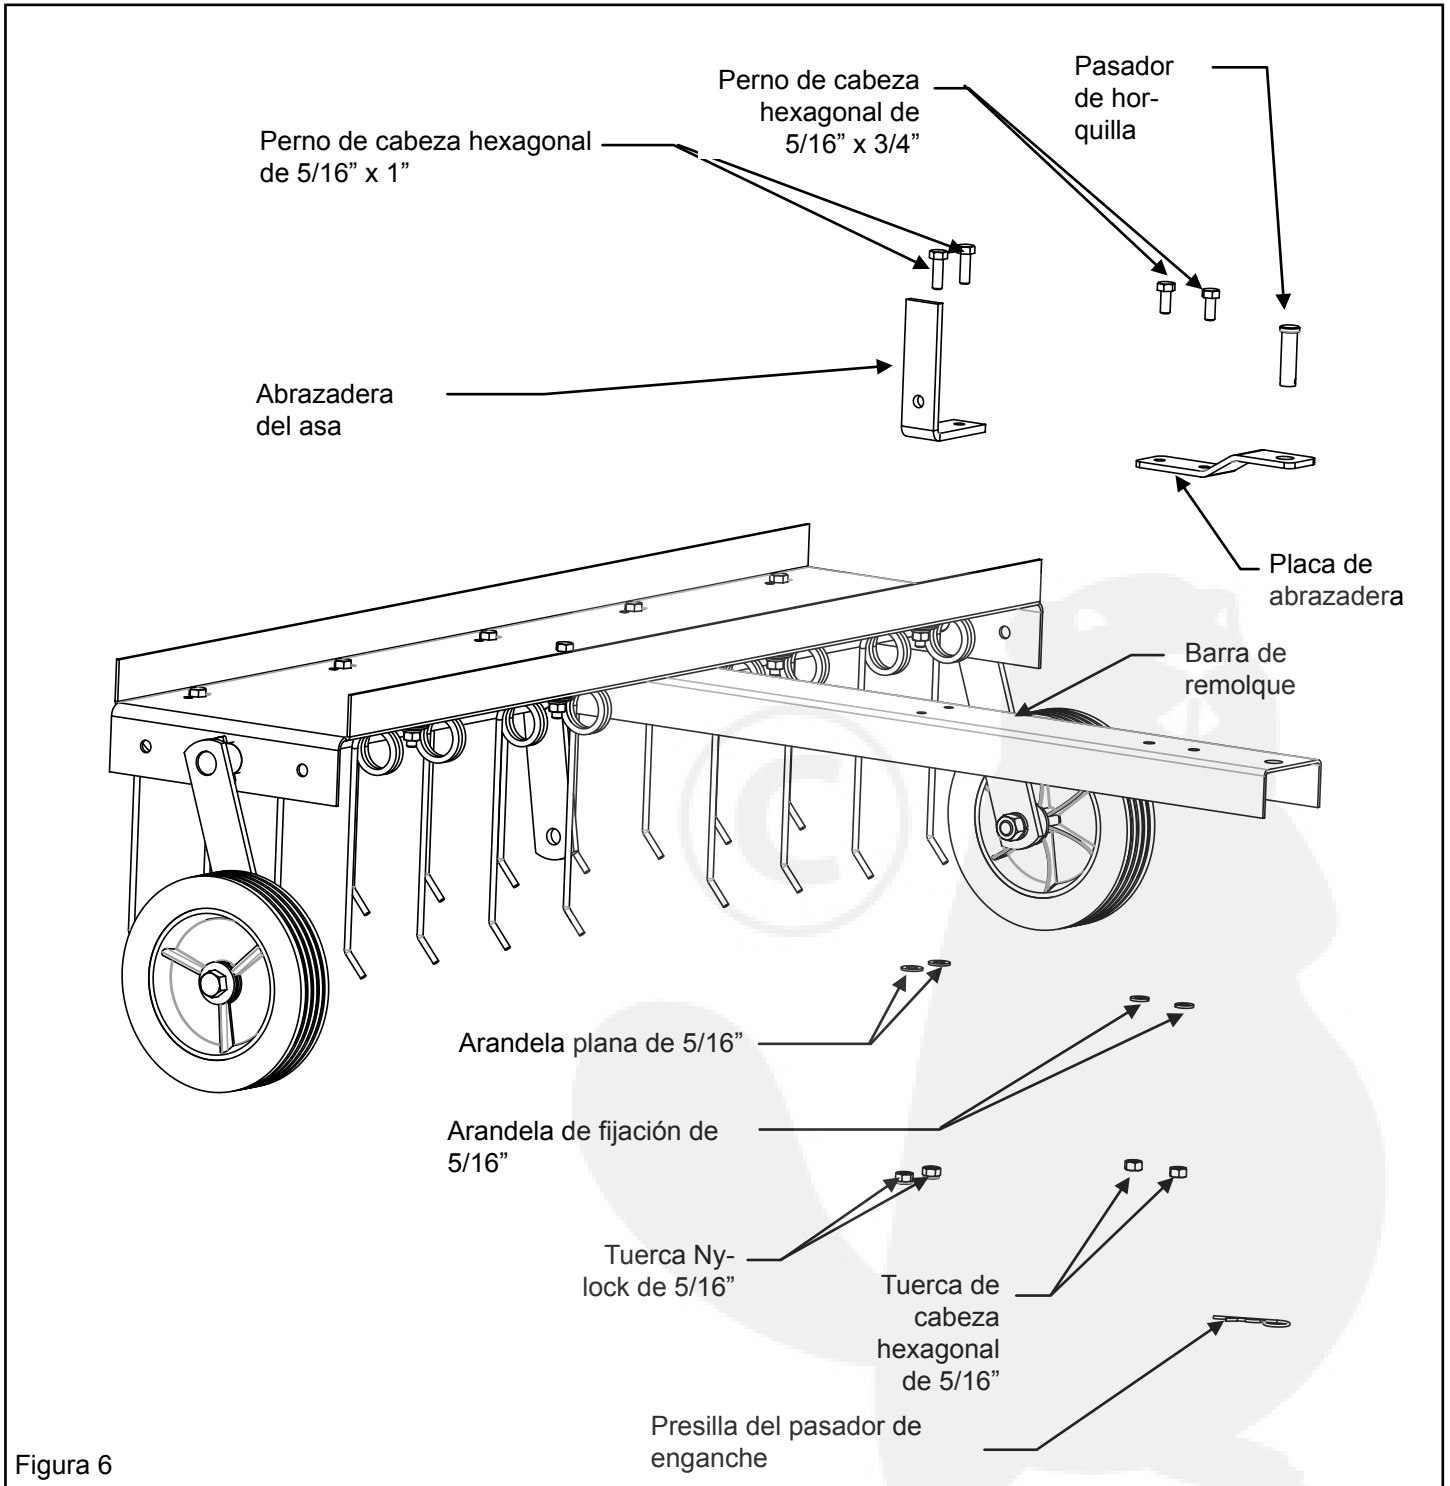

Figura 6
6. Alinee los dos orificios de la barra de remolque y de la abrazadera del asa tal y como se muestra. Inserte un perno de cabeza hexagonal de 5/16" x 1" dentro de uno de los orificios del tope del asa y después dentro del orificio correspondiente de la barra de remolque. Coloque una arandela plana de 5/16" sobre el perno y asegúrela con una tuerca Nylock de 5/16". Repita este proceso en el siguiente orificio. Inserte un perno de cabeza hexagonal de 5/16" x 3/4" dentro de uno de los dos orificios más pequeños de la placa de abrazadera y después dentro del orificio correspondiente de la barra de remolque. Coloque una arandela de fijación de 5/16" sobre el perno y asegúrela con una tuerca de cabeza hexagonal de 5/16". Repita este proceso en el siguiente orificio. Inserte el pasador de horquilla a través del orificio frontal más grande de la placa de abrazadera y a través del orificio de la barra de remolque y asegúrelo con la presilla del pasador de enganche. Ver Figura 6.